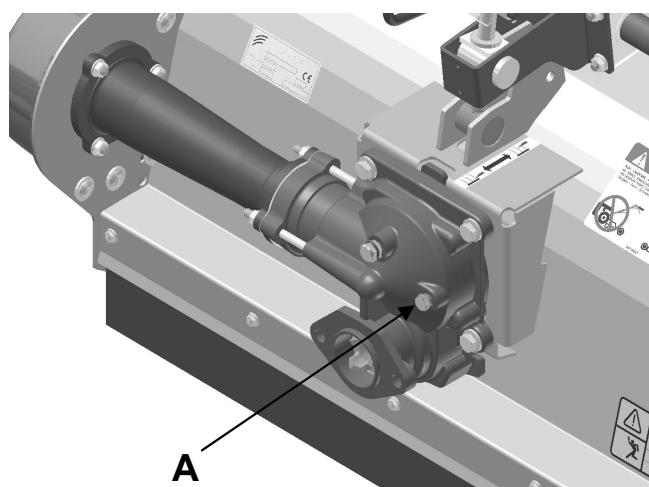

fig.10/2
- graisser les fourches des roues (fig.10/1).